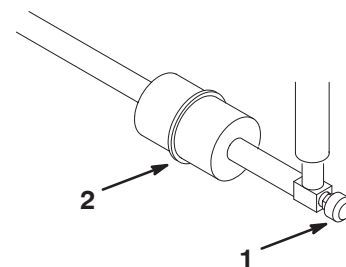

Bild 40
In die Kraftstoffleitung ist zwischen dem Kraftstofftank und dem Vergaser ein Filter eingebaut (Bild 40). Tauschen Sie diesen Filter alle 800 Betriebsstunden oder vorher aus, wenn der Kraftstofffluss beeinträchtigt wird. Stellen Sie sicher, dass der Pfeil am Filter vom Kraftstofftank weg ausgerichtet ist.
1. Schließen Sie den Kraftstoffhahn, lockern Sie die Schlauchschelle (Bild 40) an der Vergaserseite des Filters und ziehen Sie die Kraftstoffleitung vom Filter ab.
2. Stellen Sie ein Auffanggefäß unter den Filter, lockern Sie die verbliebene Schlauchschelle und entfernen Sie den Filter (Bild 40).